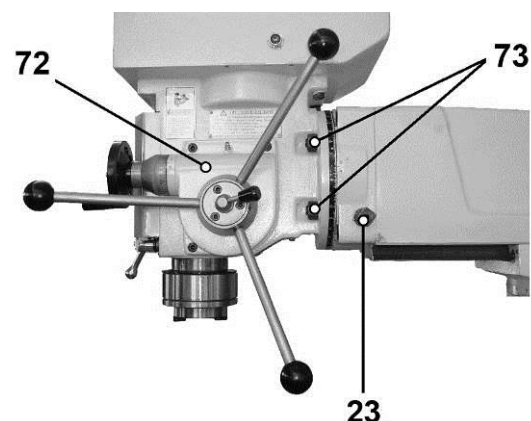

Рис. 20
9.7. Регулировка узла вертикального шпинделя (Рис. 20, 21а, 21б, 21в).
9.7.2. Ослабьте четыре стопорных гайки (73) с обеих сторон шпиндельного узла (72) на 1-2 шага резьбы (Рис. 20).